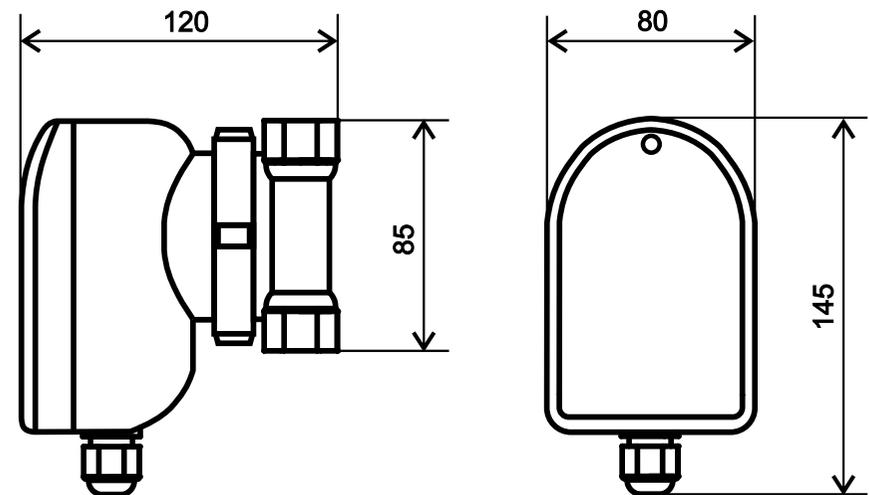

Рис.1. Монтажные размеры насоса.
2.5. Технические характеристики циркуляционного насоса приведены в таблице 1. Монтажные размеры указаны на Рис.1.